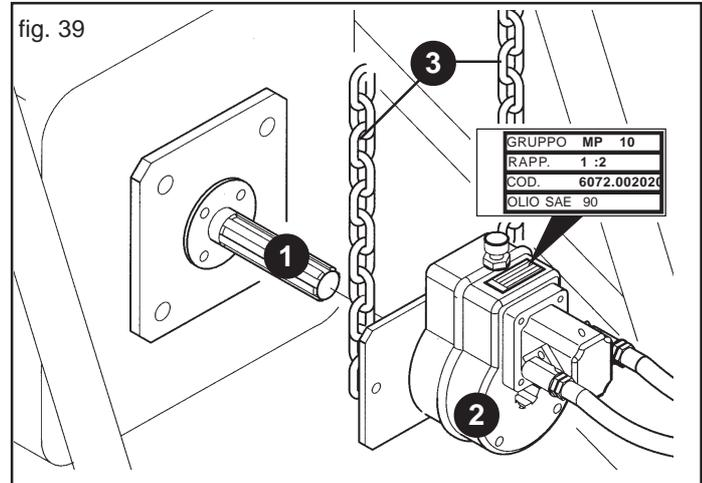

fig. 39
Bei abgeschaltetem Motor und stabil gebremstem Schlepper alle Schnellkupplungen einstecken. Die Zapfwelle des Schleppers (1, Abb. 39) säubern und mit Fett schmieren. Das Getriebe (2) wie in Abb. 39 gezeigt auf die Zapfwelle des Anbaugeräts aufstecken. Die korrekte Kopplung überprüfen und die Drehung des Übersetzers mit den beige-stellten Ketten sperren (3, Abb. 39), indem diese an ein festes Teil des Schleppers angeschlossen werden.